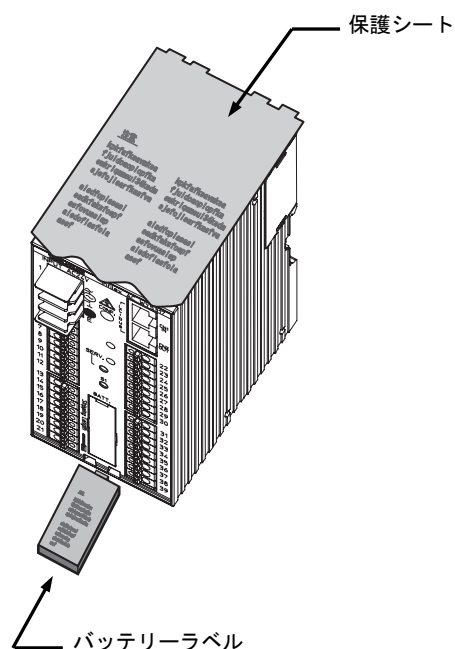

図7 バッテリーラベルと保護シール
- (6) 空き端子には、結線しないでください。
- (7) ファン発停には、必ず小勢力回路を使用してください。
- (8) インバータへの信号出力には、必ずシールド線をご使用ください。
- (9) 上部および下部は他機器と35mm以上離してください。
- (10) 電源を投入する前に、上部に貼ってある保護シートをはがしてください。(図7参照)